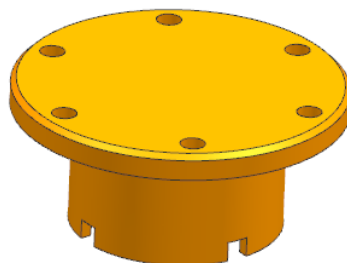

图 1-37 端盖
1. 打开文件: yuanwenjian\1\duangai.prt 零件, 如图 1-37 所示。